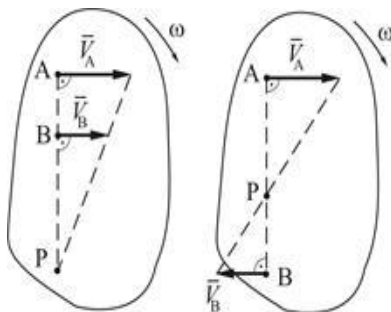

Рис. 24. Определение МЦС при параллельном расположении скоростей
В этом случае МЦС находится в точке пересечения прямой, соединяющей начала векторов $\vec{V}_A$ и $\vec{V}_B$, и прямой, соединяющей их концы (рис. 24).
4. Известно, что векторы скорости двух точек $\vec{V}_A$ и $\vec{V}_B$ параллельны друг другу, но направлены в противоположные стороны. В этом случае МЦС находится на пересечении прямых, соединяющих начала и концы векторов скорости (рис. 24).